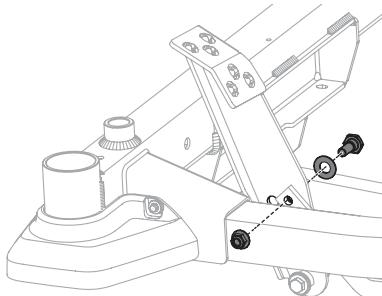

Figura 33
2. Extraiga el perno hexagonal, la arandela y la tuerca hexagonal cerca del centro del montaje del pedal (Figura 33).
4. Reinstale los elementos de herrajes extraídos anteriormente y ajuste la tuerca a 28-35 pies-libras (38-47 N·m) (Figura 33).